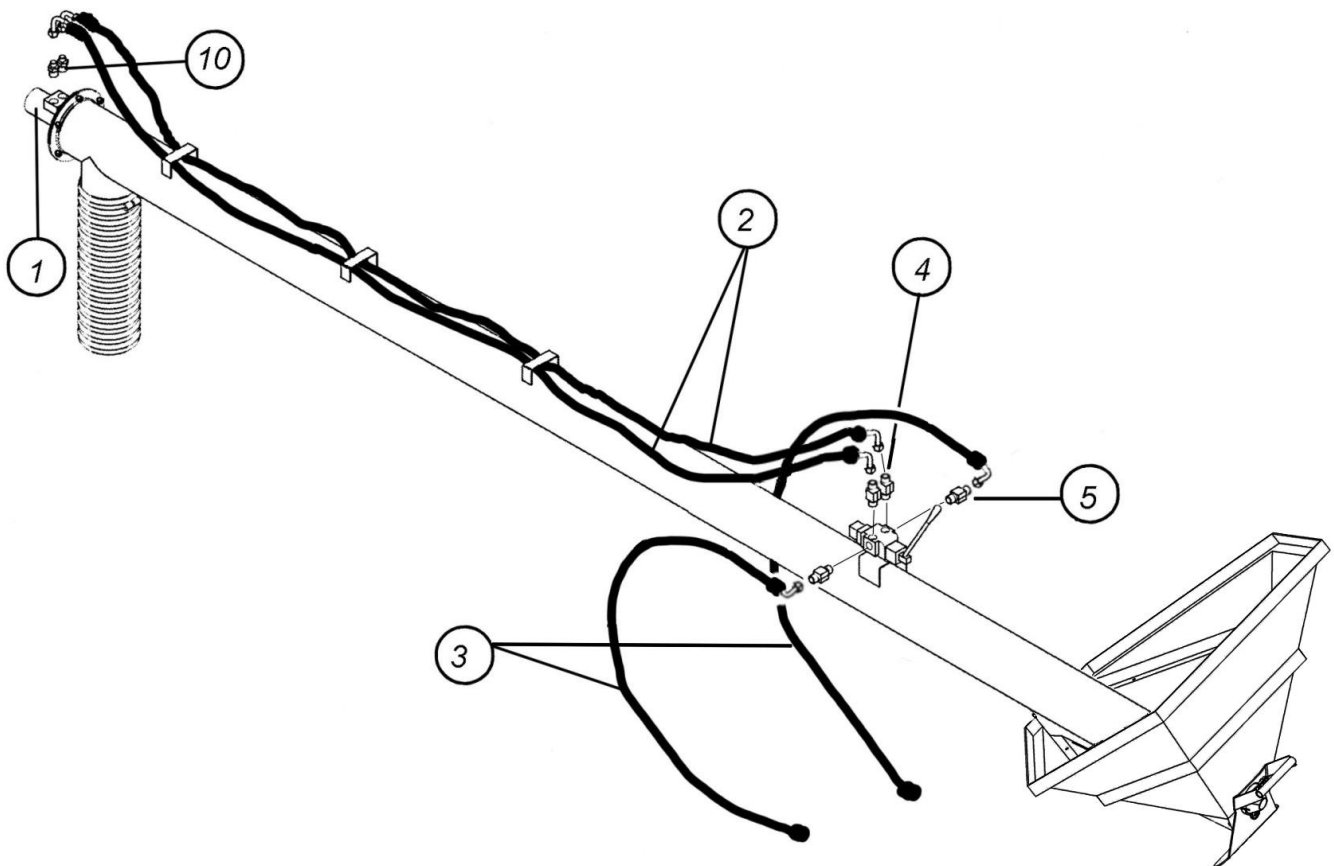

Рис. 5.2.2. Гидросистема шнека
Вверните в боковые и верхние отверстия крана-распределителя штуцеры 4 (2 шт.) и 5 (2 шт.) соответственно (боковые штуцеры имеют больший диаметр, чем верхние) (рис. 5.2.2). Соединения уплотните двумя-тремя витками тефлоновой ленты, поставляемой с изделием.
5.2.12. Соедините гидрошлангами 2 (рис. 5.2.2) верхние штуцеры ($1/2'' \times \text{M}20$) крана-распределителя с гидромотором. В гидромотор предварительно вкрутите переходники 10. Шланги пропустите в приваренные на трубе шнека кронштейны. Два других шланга 3 подсоедините к бо-